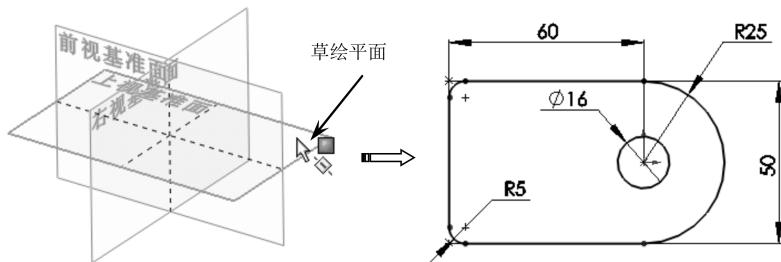

图 1-73 绘制阀体底座草图
- 02 在【特征】选项卡中单击【拉伸凸台/基体】按钮 ，选择上视基准面作为草绘平面，并绘制出阀体底座的截面草图，如图 1-73 所示。